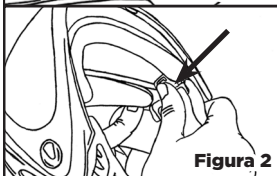

Figura 2
- 2 Una vez que ambos clip de retención color gris se desbloquean y estan en posición hacia adelante, empuje en las esquinas traseras izquierda y derecha de la lente, localizadas detrás de los clips de retención de color gris. **[Ver Figura 2]**